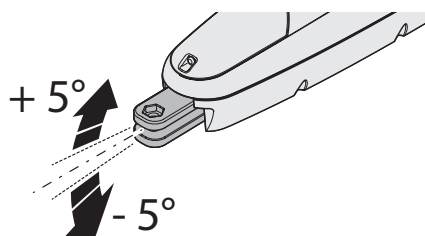

Fig. 5
N.B.: nel caso la staffa posteriore non sia completamente in bolla, la parte posteriore basculante permette di compensare +/-5° nel caso in cui le staffe non siano in asse tra loro (fig. 5).